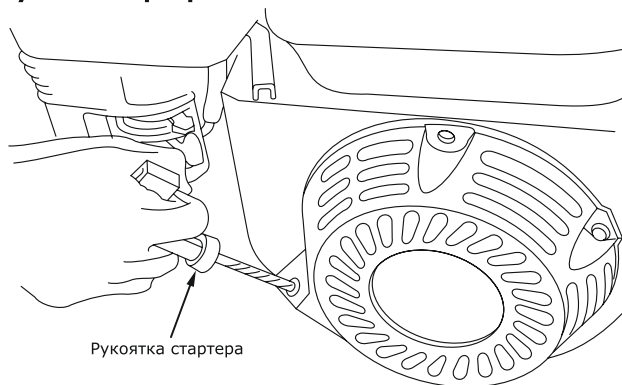

Рис.13
- Запустите двигатель. Будьте внимательны! При вытягивании шнура стартера шнур может создавать отдачу. Возьмитесь за ручку шнура стартера. Медленно потяните шнур до возникновения сопротивления со стороны двигателя. Не допуская возврата ручки обратно продолжайте быстро тянуть ручку на полный взмах руки. Медленно (с натягом шнура) верните ручку в начальное положение (рис. 13).